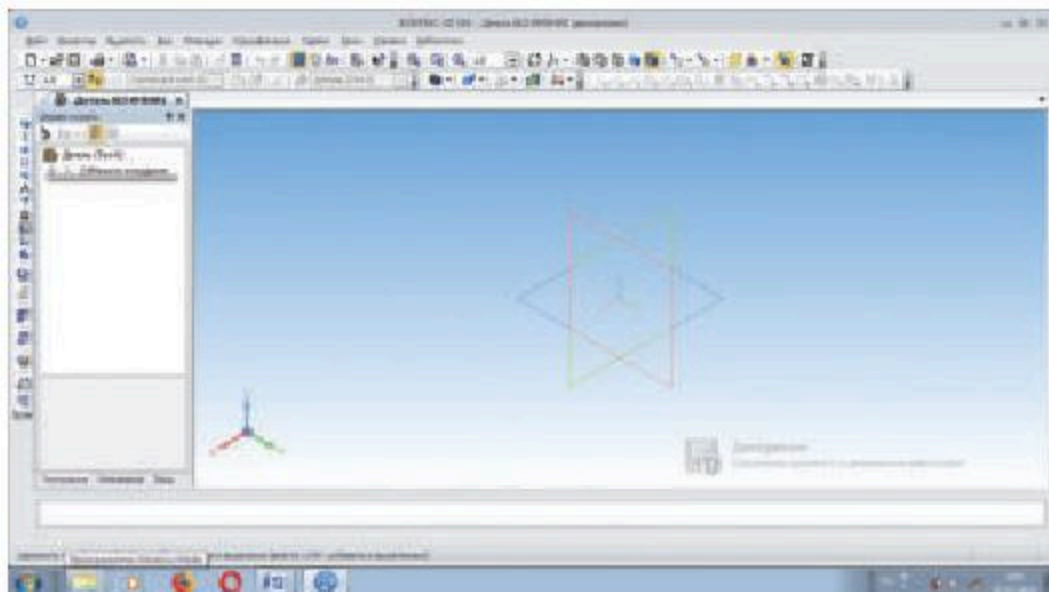

Рис. 17.1
1. Создаем новый документ на панели меню **Создать**. Для этого выбираем тип документа **Деталь**, нажимаем клавишу **Enter**, подтвердив выбор. На экране появятся оси изометрии (рис. 17.1).